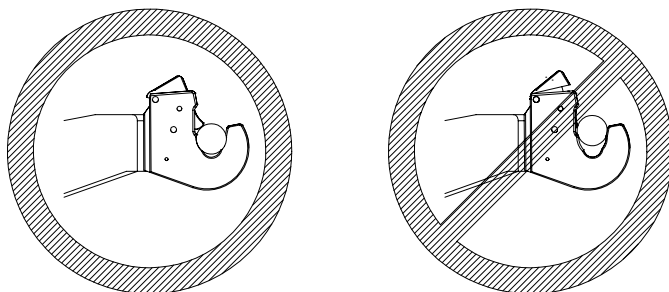

Fig. 6.9: Bloqueio das esferas
- Verifique se as esferas estão travadas correctamente, veja fig. 6.9.